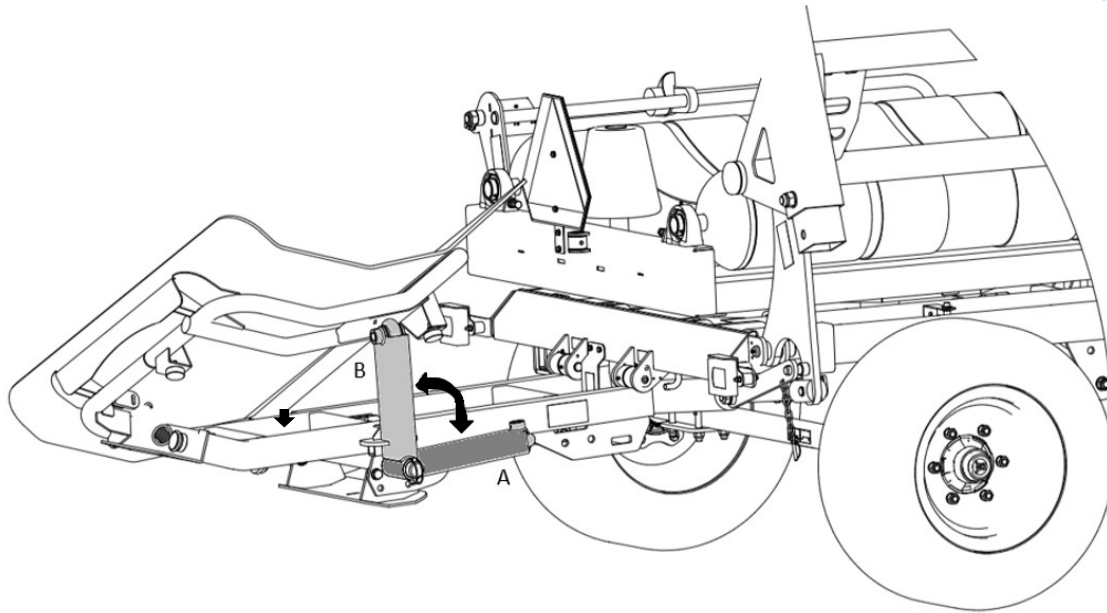

Abbildung 10 Entladepositionen des Stellers
(1) Außenrahmen, (2) Wiegerahmen, (3) verstellbarer Arm, (4) Kufe, (5) Zylinder, (6) Wiege-Drehzapfen, (7) beweglicher Wiege-Schaft, (8) Steller-Scharnierstifte
Den Steller bilden der äußere Rahmen (1) und die innere Wiege (2), die mit Bolzen (8) an dem hinteren Träger im unteren Rahmen befestigt ist. Die Wiege wird durch einen Zylinder (5) bewegt, der automatisch mit der Entladung des Ballens aus dem Drehrahmen aktiviert wird. Das Absenken der Kufe (4) wird durch die Entladebewegung des Drehrahmens und die Verschiebung des am Außenrahmen (1) unter den Schlitten des Drehtisches befestigten Anschlages bewirkt. Der einstellbare Arm (3), der an der rechten Seite des Stellers montiert ist, kann in zwei Stellungen positioniert werden (Abb. 10). In der Stellung (A) rollt der Ballen nach dem Entladen hinter den Wickler. In der Variante (B) liegt der abzusenkende Wiegerahmen beim Anheben des verstellbaren Arms (3) in die vertikale Position an der Rolle des verstellbaren Arms an und dreht sich relativ zur Achse des Wiegedrehbolzens (6). Der Ballen wird auf der linken Seite der Wiege in einer aufrechten Stellung (Boden zum Boden) abgestellt.